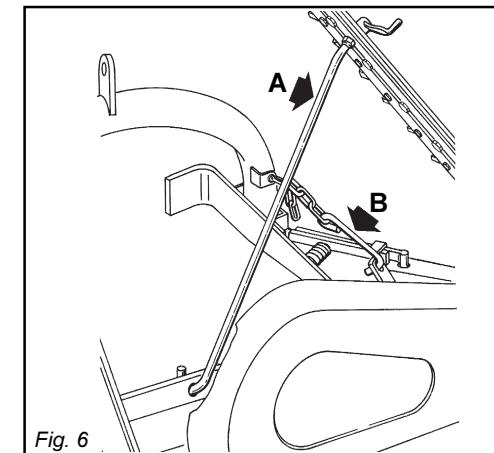

Fig. 6
- 34)** Per la fase di trasporto, regolare e fissare le catene dei bracci laterali di sollevamento del trattore; alzare la barra falciante; assicurarla con il tirante di aggancio (A, Fig. 6); infilare il gancio di sicurezza (B, Fig. 6 and 7); coprire le lame taglienti e la scarpa esterna con le apposite protezioni; sollevare l'attrezzatura; mettere in posizione di blocco la leva di comando del sollevatore idraulico.
- transporte phase; raise the cutter arm; fix it in place with the rod (A, Fig. 6); insert the safety hook(B, Fig. 6 and 7); cover the cutters and outer skid with the relative guards; raise the mowing bar; set the control lever of the hydraulic lift to the locked position with the implement raised.**
- 34)** Beim Transport müssen die seitlichen Lenker mit den Stabilisierungsketten und Spannvorrichtungen befestigt werden; wird den Balken hochgestellt; mit dem Zughaken (A, Abb. 6) absichern und den Sicherheitshaken (B, Abb. 6 und 7) einrasten lassen; die Mähmesser und den Außenschuh mit den jeweiligen Schutzvorrichtungen abdecken; beim Stränsentransport mit ausgehobenem Anbaugerät ist der Schalthebel des Kraft-hebers in die blockierte Stellung zu setzen.
- 34)** Lors du transport, fixez les barres de relevage par les chaînes et tendeurs; soulever la barre de coupe; accrochez-la au moyen du tirant (A, Fig. 6); mettez aussi le crochet de sécurité (B, Fig. 6 et 7); couvrez les lames de coupe et le sabot extérieur au moyen des protections; soulever la faucheuse; mettez le levier de commande du relevage hydraulique en position de blocage.
- 34)** En la fase de transporte, fijar con las relativas cadenas y tensores los brazos laterales de elevación; levantar la barra; bloquearla con el tirante de enganche (A, Fig. 6); insertar el gancho de seguridad (B, Fig. 6 y 7); cubrir las hojas de las cuchillas y la galga externa con las relativas protecciones; poner en posición de bloqueo la palanca de mando del elevador hidráulico.